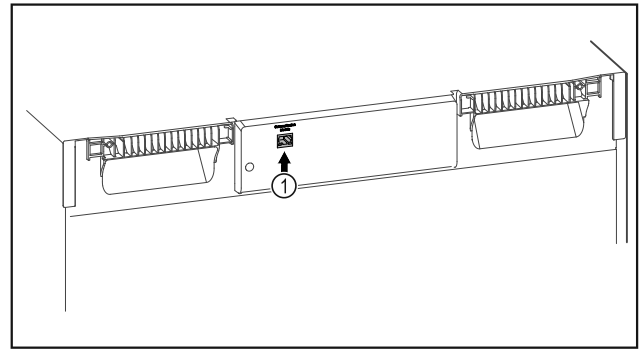

Fig. 127
- ☐ Se utiliza SmartModule Fig. 127 (1).